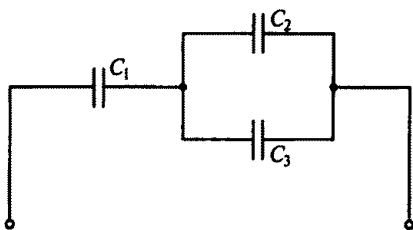

Рис. 3
1.6. Какова эквивалентная емкость батареи конденсаторов на рис. 3, если $C_1 = 40$ мкФ, $C_2 = 20$ мкФ, $C_3 = 20$ мкФ?